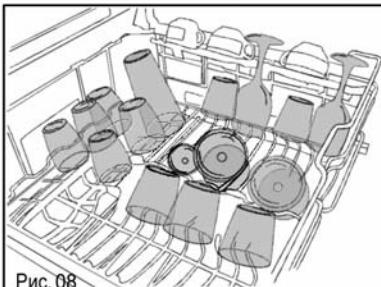

Рис. 08
- Аккуратно расположите посуду для экономии места: ряды стаканов, чашек, мисок и т.п.. (Рис. 08).